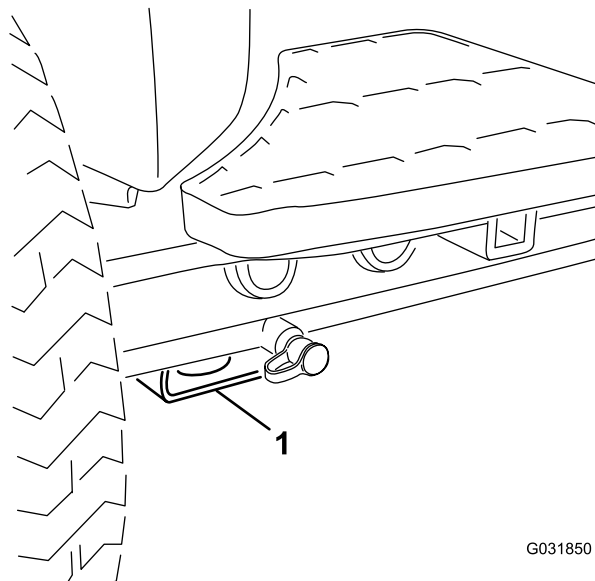

Figura 37
- Dianteira – pastilha retangular, por baixo do tubo do eixo, dentro de cada pneu dianteiro (Figura 37).